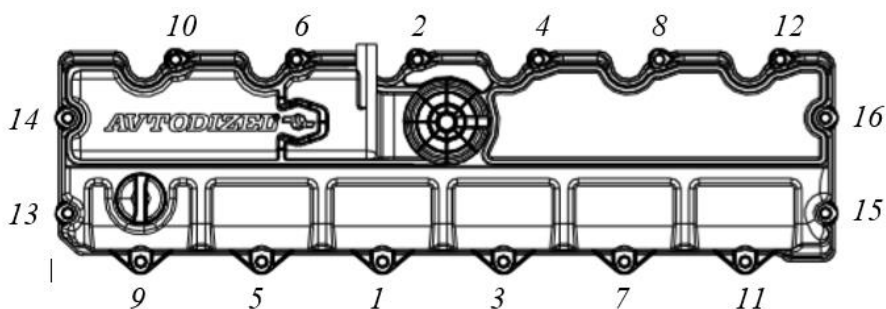

Рисунок 3.47. Порядок затяжки болтов крепления крышки головки цилиндров
- ▶ Установить крышку головки цилиндров и закрепить ее болтами моментом 7,89 – 9,8 Н·м (порядок затяжки см. рис. 3.47).